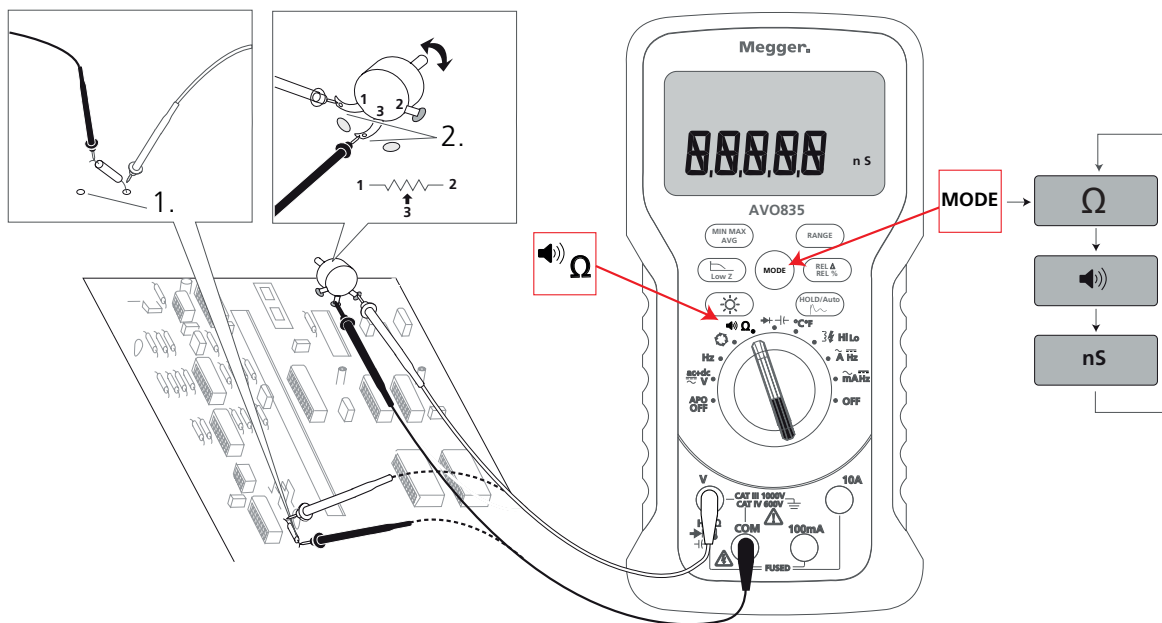

Abb. 5: Einstellen der Leitwertmessung
2. Stellen Sie das Gerät ein, wie in Abb. 5 beschrieben.